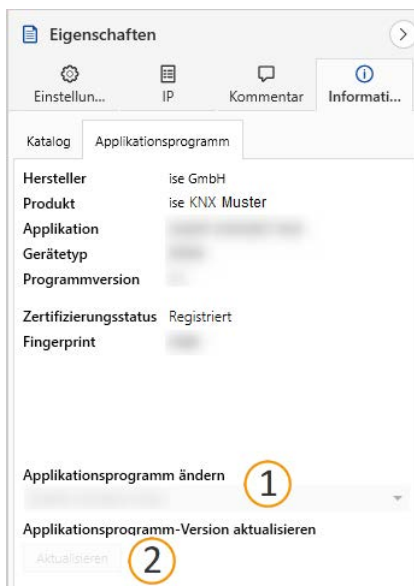

Abbildung 25: Applikationsprogramm aktualisieren
5. Wählen Sie die Schaltfläche <<Aktualisieren>> unterhalb des Punkts <<Applikationsprogramm-Version aktualisieren>> (siehe Abbildung 25, Pos. 2).
○ Wenn Sie den Wert unter <<Applikationsprogramm ändern>> (siehe Abbildung 25, Pos. 1) ändern, gehen benutzerdefinierte Einstellungen wie z. B. die Verknüpfungen zu den Gruppenadressen verloren.